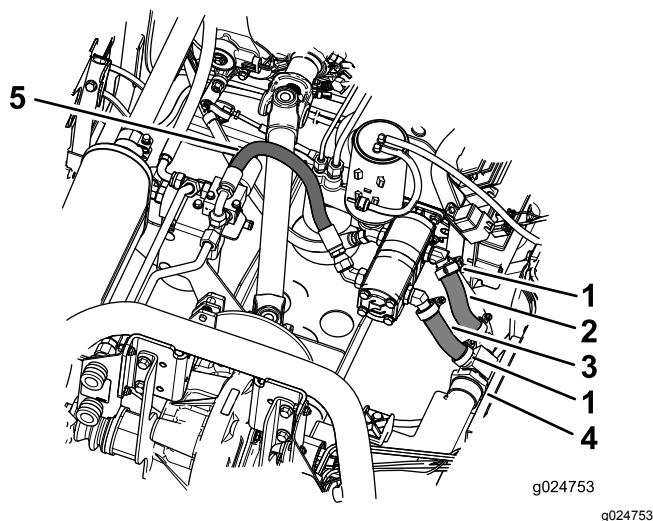

Figura 12
4. Instale a mangueira hidráulica e as mangueiras rodando o encaixe em T grande e o encaixe de 90 graus para as extremidades das mangueiras. Rodar os encaixes permite instalar as mangueiras de forma mais simples. Consulte Figura 12.
5. Fixe as mangueiras com abraçadeiras de tubagem (Figura 12).